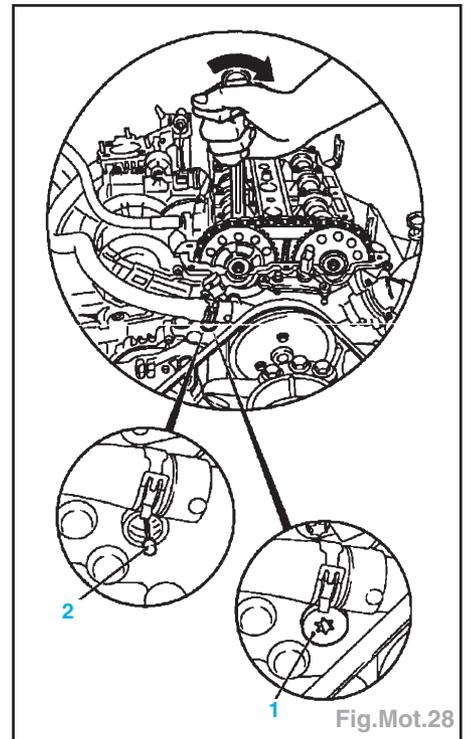

Fig.Mot.28
- Déposer le bouchon (1), tendre l'ACT d'admission au six pans et mettre l'outil KM-955 (2) (Fig.Mot.28).